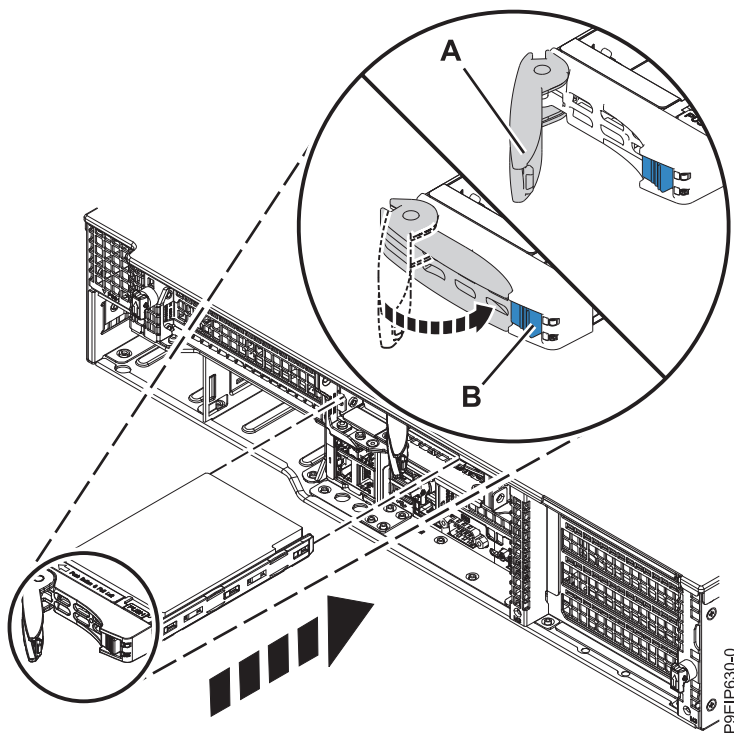

Figure 16. Détails relatifs à la fixation d'une unité de disque
5. Verrouillez la poignée de la baie d'unité **(A)** en poussant le loquet de la poignée jusqu'à ce qu'il soit verrouillé en position **(B)** comme indiqué dans la figure 16, à la page 20.